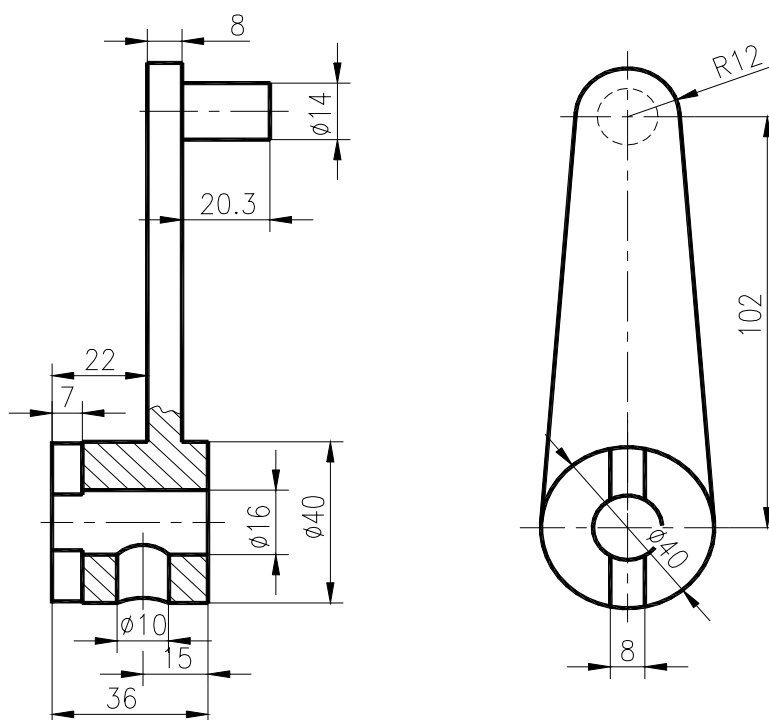

Fig. U9.12
4. Realizați desenul piesei din Fig. U9.12 reprezentată în două proiecții. Pentru linia ondulată utilizați comanda *SPLINE*. Pentru hașurare (*HATCH*) folosiți modelul utilizator (*User defined*).